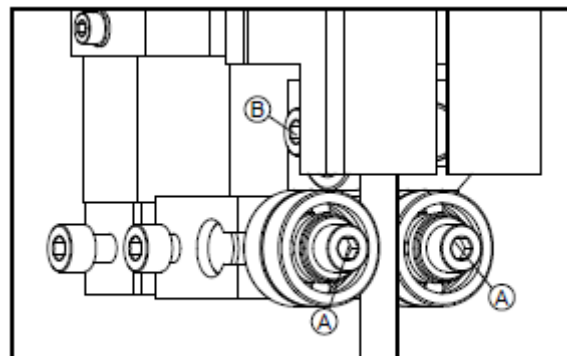

Fig.4.5.1
- Postranní ložiska nastavte excentrem (**A**) Fig. 4.5.1 tak, aby nebyla dále než 1mm od pásu.
- Zadní ložisko nastavte šroubem (**B**) Fig. 4.5.1 tak, aby nebylo dále než 1mm od pásu.